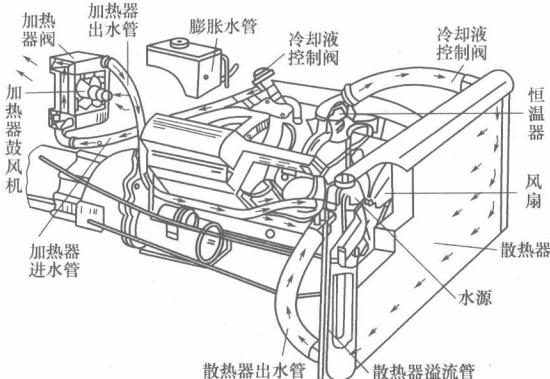

图 1-5 空调暖风系统结构
(2) 空调暖风系统。其结构如图 1-5 所示，主要用于取暖，对车室内空气或外部进入车室内的新鲜空气进行加热达到取暖、除湿的目的，同时为风窗玻璃除霜。